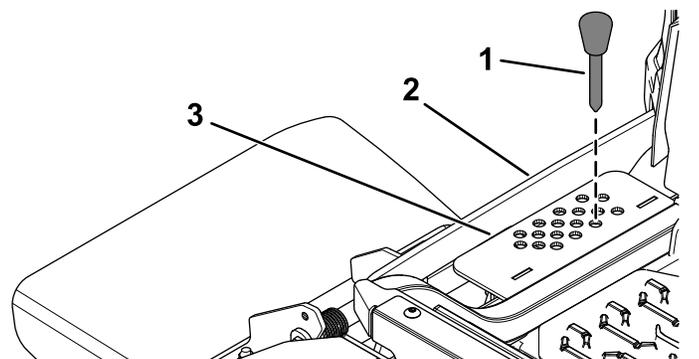

Bild 31
2. Wählen Sie ein Loch in der Schnitthöhenhalterung, das der gewünschten Schnitthöhe entspricht, und stecken Sie den Lastösenbolzen wieder ein (Bild 31).
3. Drücken Sie den Mähwerkhubschalter nach unten, bis das Schnitthöhenlenker den Schnitthöhenstift leicht berührt (Bild 31).